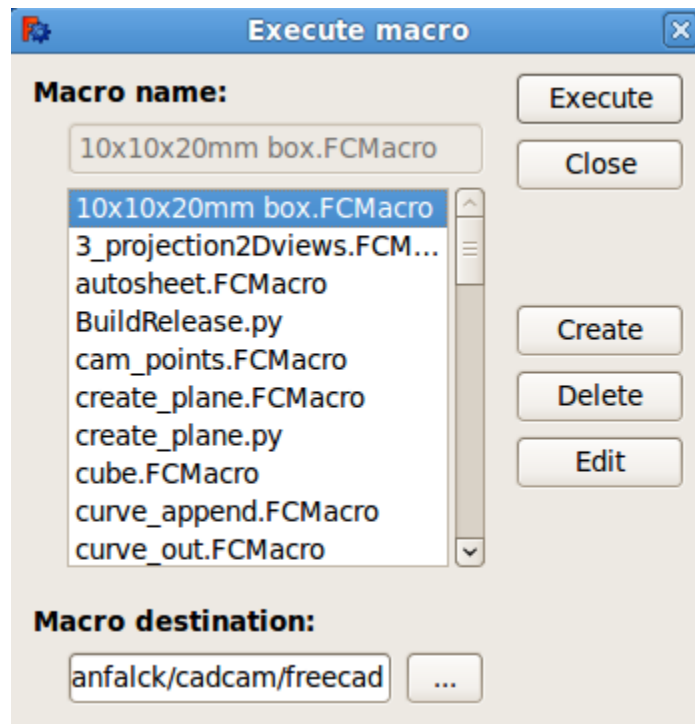

Рисунок 69 – Вікно виконання макросів
5. Виберіть ім'я макросу, який Ви створили і натисніть на **Execute** (Figure 69):